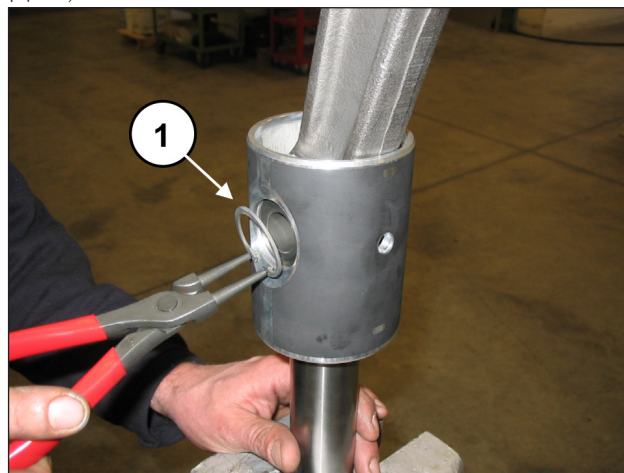
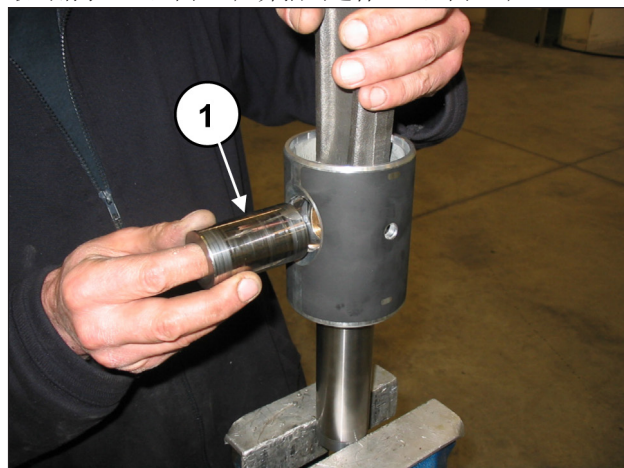
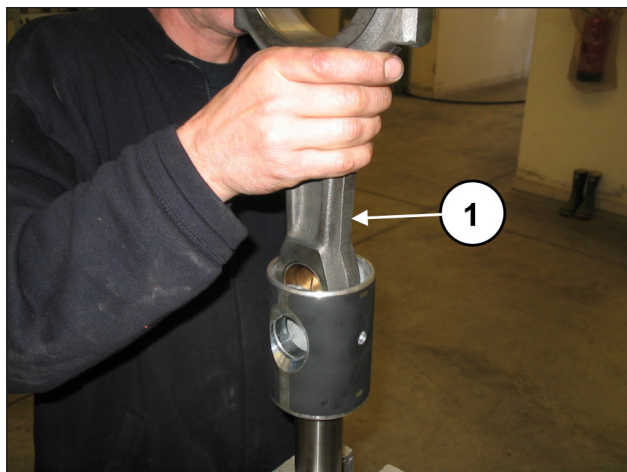

图 43
图 44
图 45
拆除两个销子锁定开口环，可使用专用工具（位置①，图 43）。
取出销子（①，图 44）并抽出连杆（①，图 45）。
将连杆插入活塞导承(①，图 45)，接着插入销子(①，图 44)。安装两个止挡开口环，可使用专用工具(位置① - 图 43)。